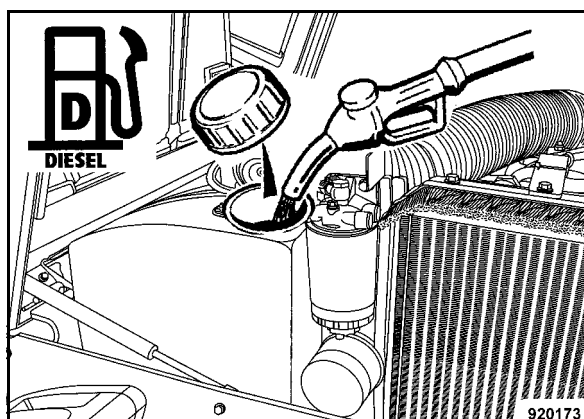

Fig. 92
- Aprire il coperchio di chiusura del serbatoio carburante (Fig. 92) ed effettuare un controllo visivo del livello del carburante.